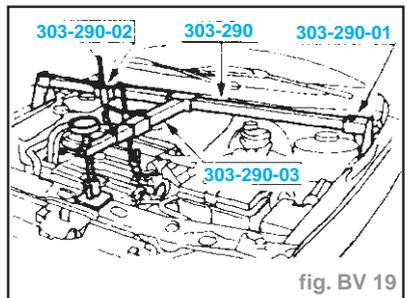

fig. BV 19
- Poser les outils spéciaux (fig. BV 19).
- Déposer les outils spéciaux (fig. BV 19).